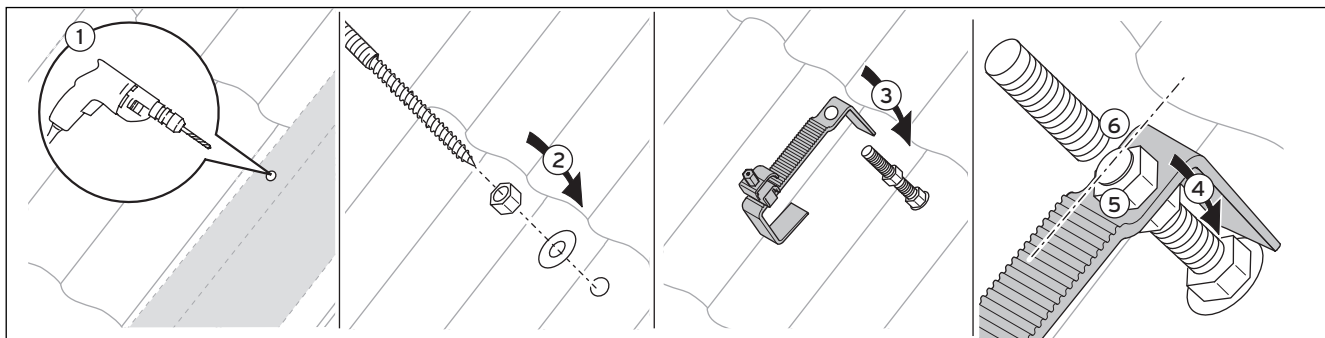

Рис. 5.8 Закріплення за допомогою гвинтів-шурупів
- З'єднайте монтажні шини і закріпіть їх за допомогою затискних елементів на покрівельному анкері (порів. рис. 5.8).